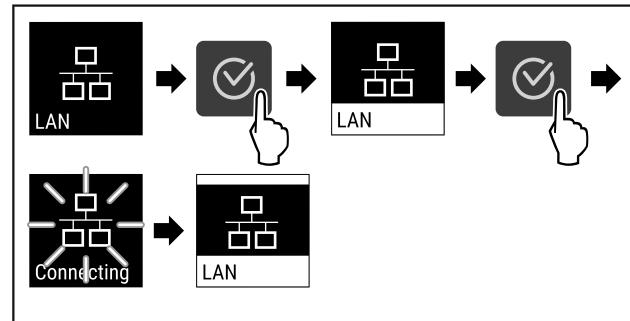

Fig. 91
- Провести етапи операцій (див. Fig. 91).